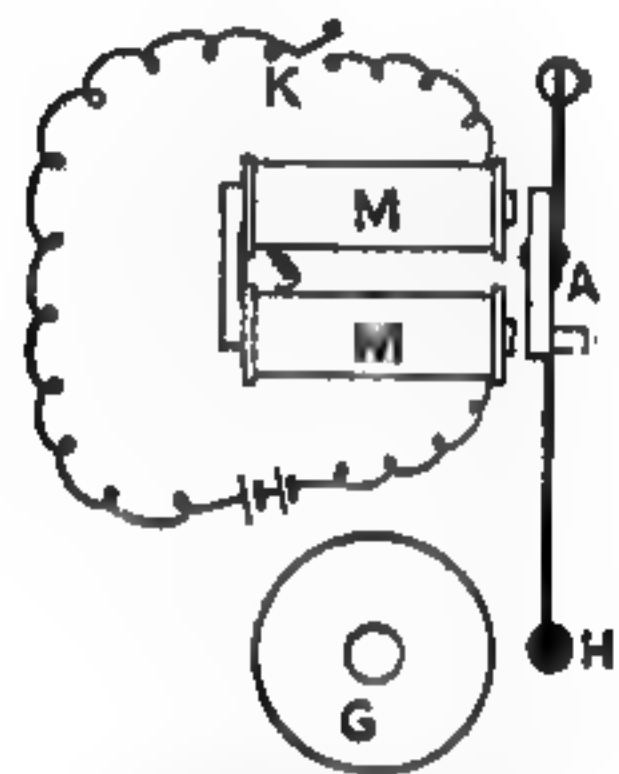

Fig. 3. Schéma de l'installation d'une sonnerie électrique sans trembleur.
Pour transformer la sonnerie Meccano du type à trembleur en sonnerie à coups simples, il suffit d'exécuter un petit changement dans les connexions de la sonnette : le fil attaché aux Bobines 1 doit être relié directement à l'Accumulateur, au lieu du boulon 4. Les connexions prendront alors l'aspect que l'on voit sur la Fig. 3, et la sonnerie fonctionnera de la façon suivante :
Quand on appuie sur le bouton (K, Fig. 3), le courant passe directement à l'aimant M qui attire l'armature A. L'extrémité (H) de cette dernière vient frapper une seule fois le timbre G, car l'aimant retient l'armature contre les extrémités des Noyaux Polaires aussi longtemps que le bouton K reste appuyé. Pour donner un second coup de sonnette, il faut d'abord relâcher le bouton et ensuite le presser de nouveau. Ainsi, le nombre de coups de sonnette dépend ici entièrement de l'opérateur. Ceci fait de la sonnerie de ce type une installation particulièrement adaptable à la signalisation.